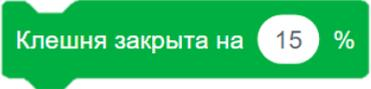

Рисунок 15 – Ультразвуковой дальномер
- ультразвуковой дальномер (рисунок 15).